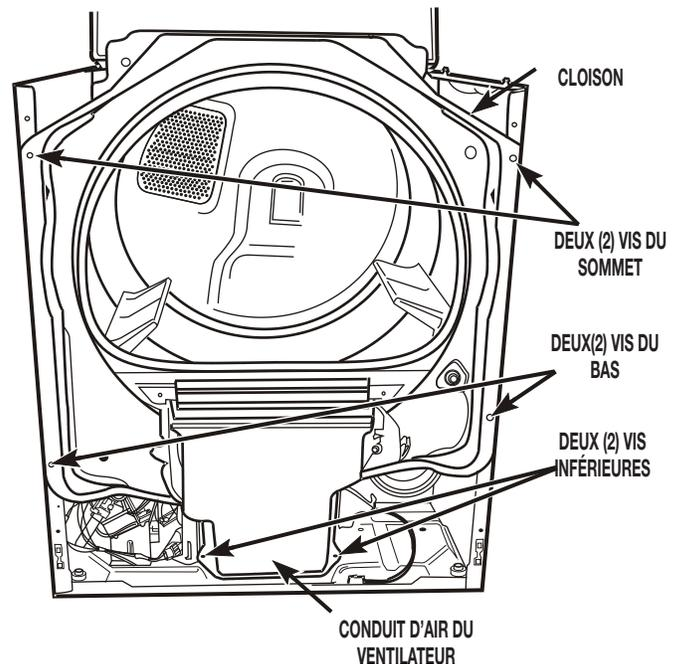

FIGURE 5
10. Sur la cloison avant, desserrer les deux (2) vis à tête hexagonale du sommet puis enlever les deux (2) vis à tête hexagonale du bas. Ôter les deux (2) vis inférieures du conduit d'air du ventilateur. Enlever délicatement la cloison et le conduit d'air du ventilateur (à l'avant de la sécheuse). Consulter la *Figure 5*.